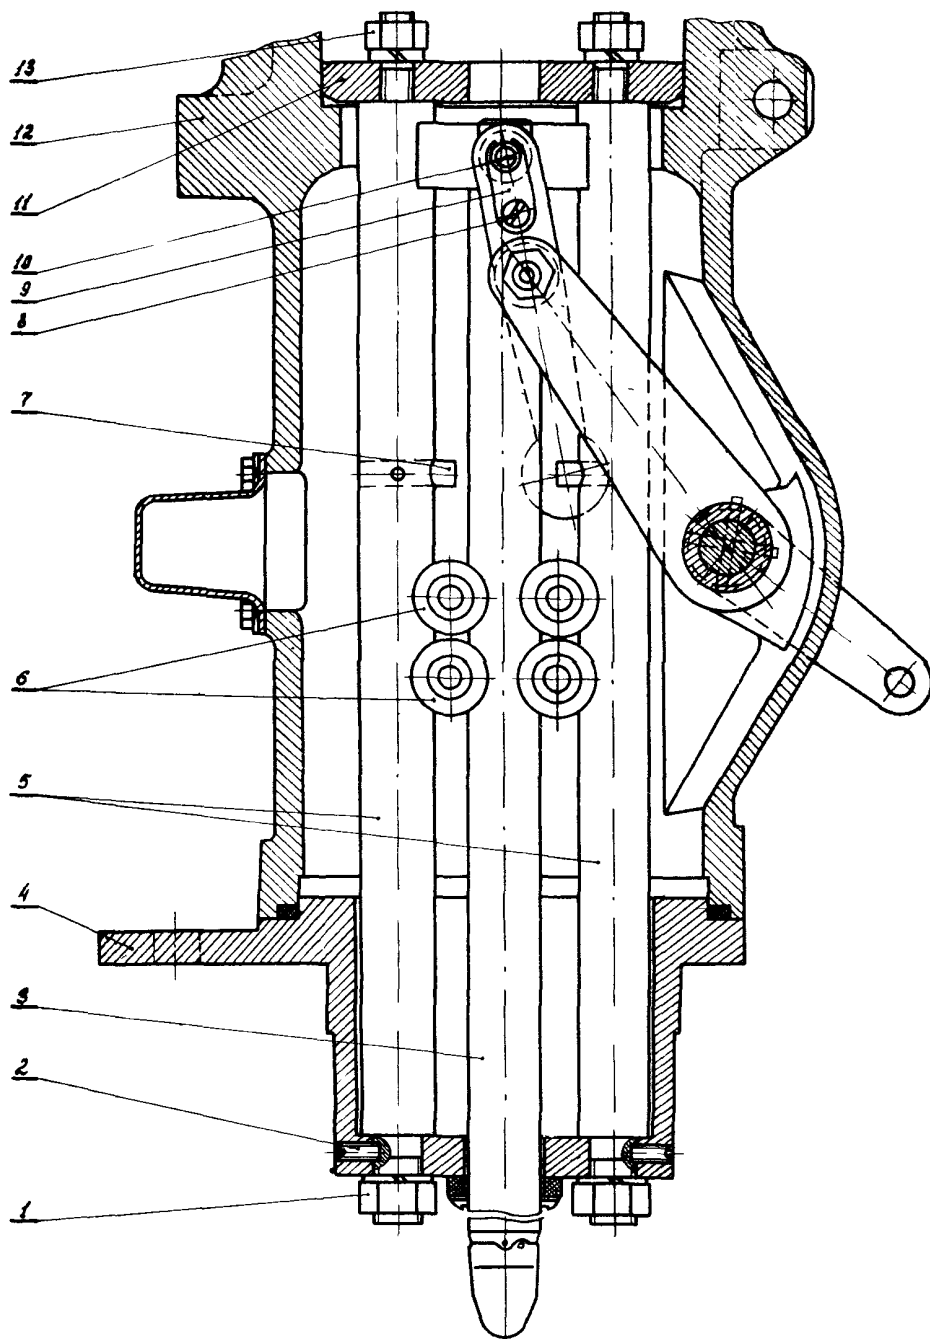
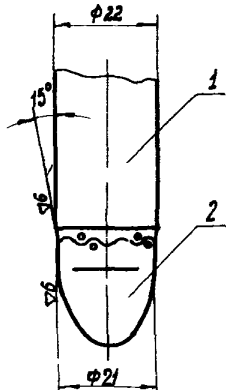

Рис.8. Механизм полюса:
Рис.9. Установка сменного наконечника:
07.1. Осмотреть и протереть токоведущий стержень 3 (рис.8), направляющие стержни 5 и токосъемные ролики 6. Если эти детали имеют повреждения (большие вмятины или задир на токоведущем и направляющих стержнях, трещины на токосъемных роликах или пружинах у роликов), их следует заменить. Замену поврежденных деталей произвести согласно переходам 2-17. При осмотре обратить внимание на сменный наконечник 2 (рис.9). Если на металлокерамической облицовке сменного наконечника имеются трещины, раковины и сквозные прокоги, то наконечник заменить согласно переходам
07.2. Свинтить гайки I (см.рис.8) и снять шайбы.
07.10. Закачать токоведущий стержень I (см.рис.9) в тиски и вывинтить сменный наконечник 2.
Примечания: I. После шлифовки размеры сменного наконечника 2 (см.рис.9) не должны отличаться от первоначальных более чем на 2-3 мм. 2. Переходы I2 и I4 выполняются на токарном станке.